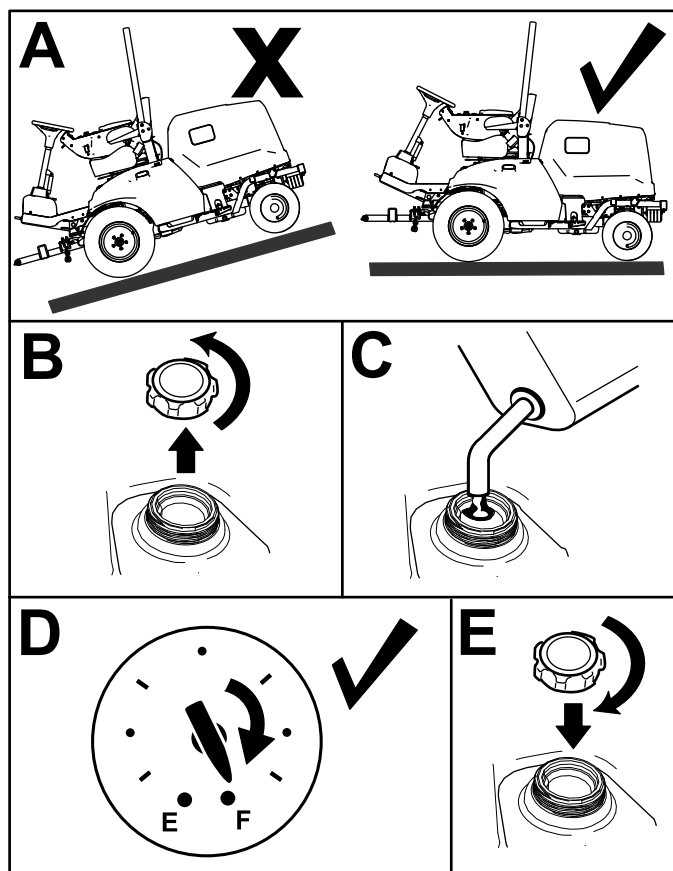

Рисунок 29
1. Припаркуйте машину на ровной горизонтальной поверхности (**Рисунок 29**), включите стояночный тормоз, выключите двигатель и извлеките ключ.